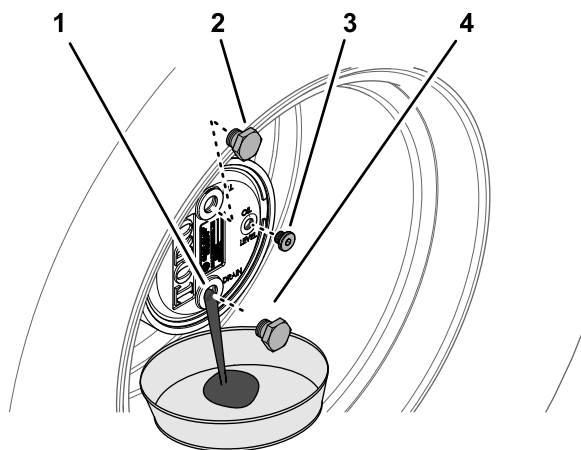

Bild 61
2. Entfernen Sie die Füllschraube, die auf 12 Uhr steht, und die Prüfschraube, die auf 3 Uhr steht (Bild 61).
3. Stellen Sie eine Auffangwanne unter die Nabe des Planetengetriebes, entfernen Sie die Ablassschraube, die auf 6 Uhr steht, und lassen das Öl vollständig ablaufen (Bild 61).
5. Setzen Sie die Ablassschraube in das Ablassloch des Planetengetriebegehäuses ein (Bild 61).